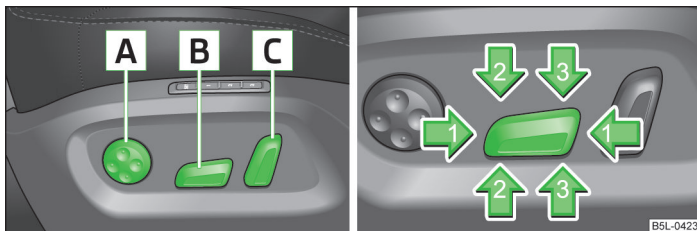

Fig. 45 Elementi di comando per la regolazione elettrica dei sedili
- Premere l'interruttore [B] in avanti o indietro in direzione della freccia » fig. 45 1.
- Premere l'interruttore [B] » fig. 45 verso l'alto o verso il basso.
- Premere l'interruttore [B] » fig. 45 nella direzione indicata dalla freccia 2 o 3.
- Premere l'interruttore [C] » fig. 45 nel senso in cui si desidera regolare il sedile.
- Premere l'interruttore [A] » fig. 45 in avanti o indietro.
- Premere l'interruttore [A] » fig. 45 verso l'alto o verso il basso.